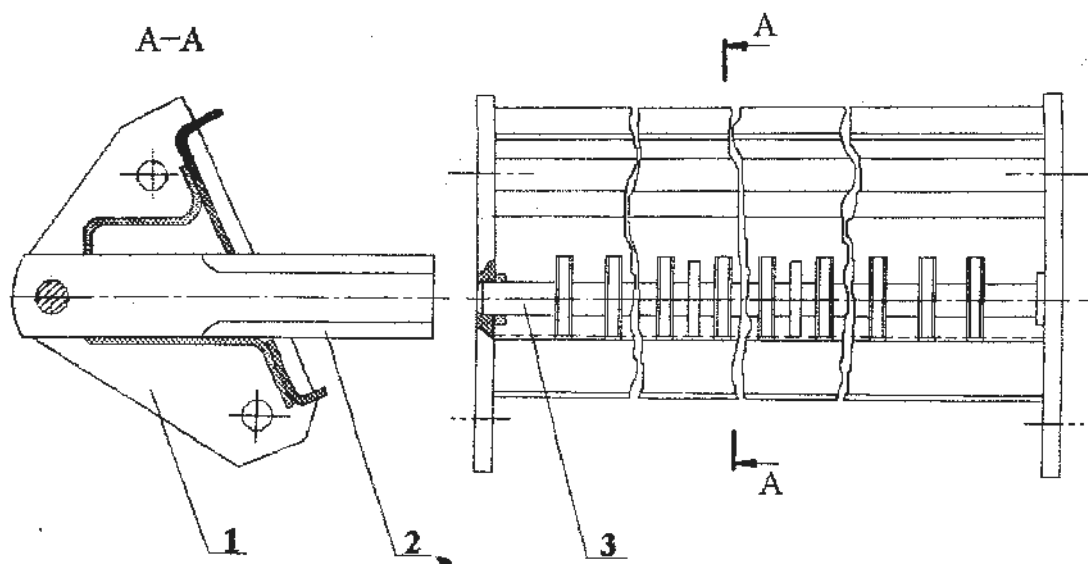

Рис. 179. Брус ножевой:
9.4.2. Брус ножевой (рис. 179) взаимодействует с ножами барабана и также предназначен для измельчения соломы, сходящей с клавишей соломотряса комбайна. Брус ножевой состоит из бруса 1, в пазах которого устанавливаются пластинчатые ножи 2, закрепленные стержнем 3.